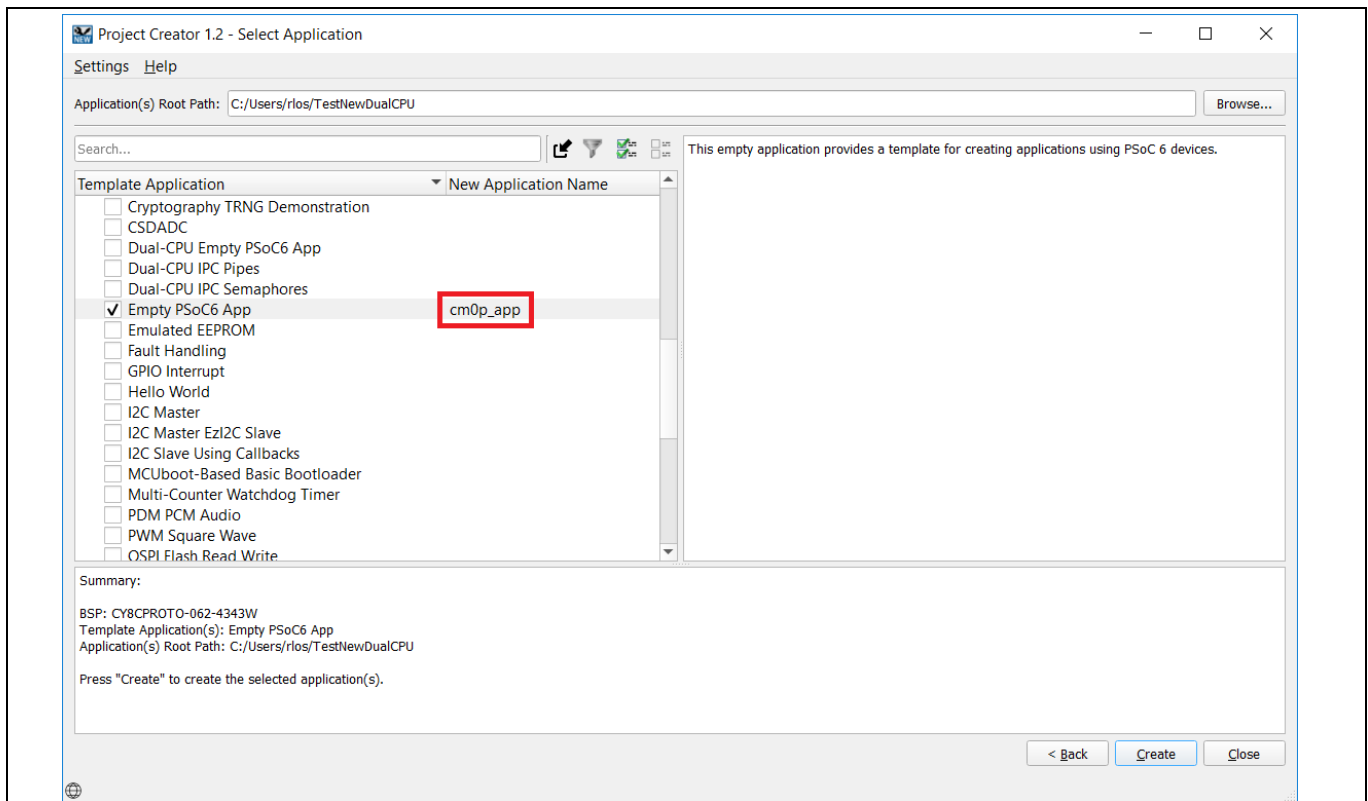

Figure 3 CM0+ CPU アプリケーションの作成
2. **Next** をクリックして、**Empty PSoC6 App** を選択してください。Figure 3 に示すように、**New Application Name** で「cm0p\_app」に設定してください。New Application ダイアログに入力すると、選択したワークスペースに新しいアプリケーションが作成されます。